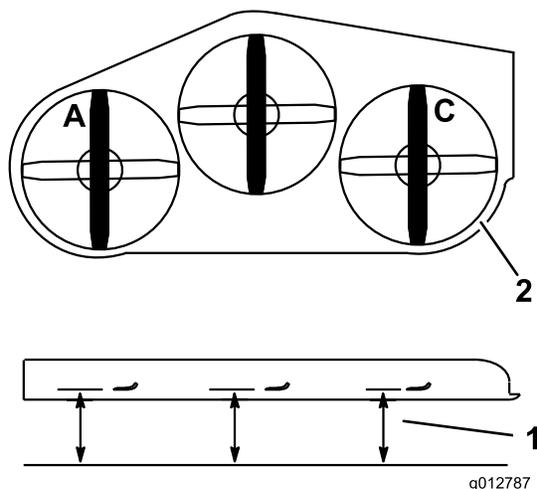

図 86
1. 左側のブレードを前後方向に向ける (図 86)。
2. **A**位置で、平らな床面から左側ブレードの刃先までの高さを測り、測定値を記録する (図 86)。
3. 右側のブレードを前後方向に向ける (図 86)。
4. **C**位置で、平らな床面から右側ブレードの刃先までの高さを測り、測定値を記録する (図 86)。
2. 左側のブレードを前後方向に向ける (図 86)。
3. A位置で、平らな床面から左側ブレードの刃先までの高さを測り、測定値を記録する (図 86)。
4. 右側のブレードを前後方向に向ける (図 86)。
5. C位置で、平らな床面から右側ブレードの刃先までの高さを測り、測定値を記録する (図 86)。